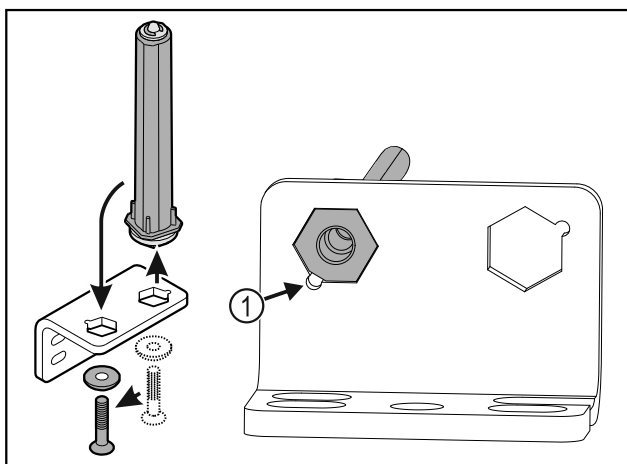

Fig. 31
- ▶ Pass på at den skrå kanten på boltten Fig. 31 (1) peker mot det runde hullet under innsetningen.